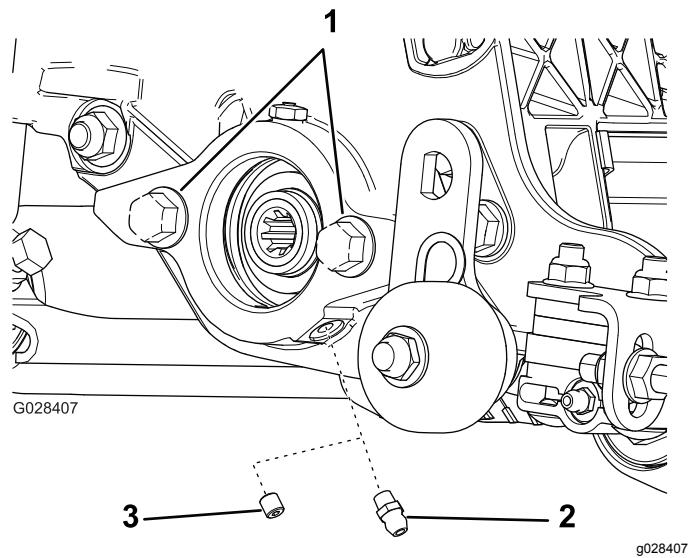

Bild 6
1. Entfernen Sie die Stellschraube an der Seitenplatte des Spindelmotors und werfen Sie sie weg (Bild 6).
2. Bringen Sie den geraden Schmiernippel an (Bild 6).
3. Wenn die Spindelmotor-Seitenplatte keine Schrauben hat, bringen Sie welche an (Bild 6).